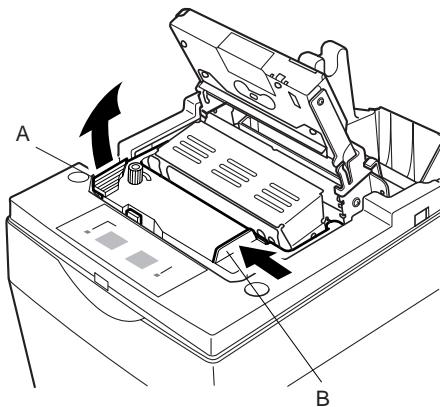

Fig. 6-11 Rimuovere la cartuccia del nastro
- ⑤ Girare la manopola di avanzamento nastro della cartuccia nastro in direzione della freccia per eliminare l'allentamento del nastro.
- ⑥ Chiudere la taglierina automatica.
- ⑦ Montare il coperchio con il procedimento inverso a quanto descritto al punto ② sopra.
- ⑧ Quando si rimuove la cartuccia nastro, sollevare la parte A e quindi rimuovere la cartuccia tenendo la parte B come mostrato nella Fig. 6-11.